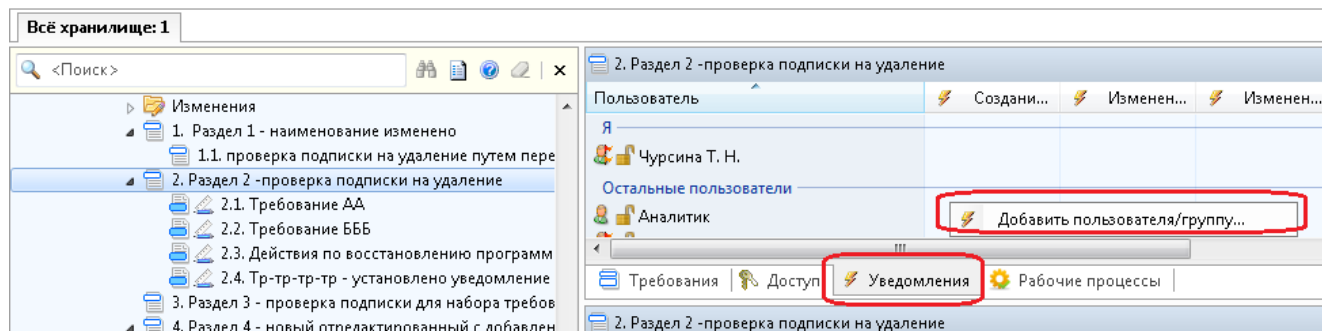

Рисунок 67 — Окно добавления пользователя/группы
- для добавления нового получателя вызвать на свободном месте контекстное меню и использовать функцию «Добавить пользователя/группу» (Рисунок 67);